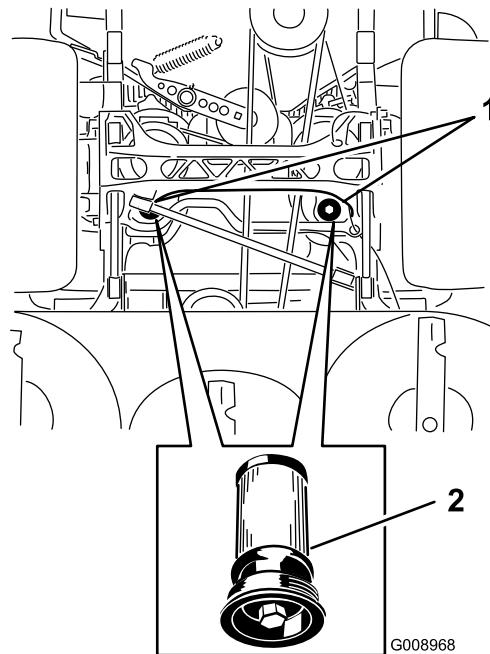

Figura 96
- Collocate una bacinella di spurgo sotto il filtro, togliete il filtro usato e pulite la superficie (Figura 96).
- Spalmate uno strato sottile di fluido idraulico sulla guarnizione di gomma del filtro di ricambio (Figura 96).